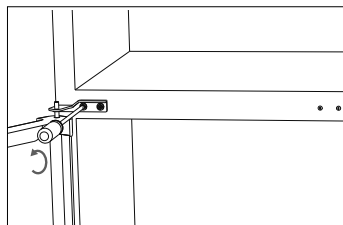
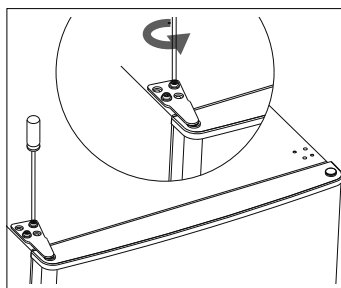

Fig. 13
Fig. 14
- ▶ Coloque una arandela en la espiga de la bisagra superior y dos en la espiga de la bisagra inferior. Coloque la espiga de la bisagra central en el orificio superior de la puerta de la cámara frigorífica (5) y fije la bisagra con los tornillos de sujeción y todas las arandelas (véase la **fig. 13**).
- ▶ No apriete los tornillos del todo para poder nivelar la puerta de la cámara frigorífica (5). Apriete los tornillos firmemente solo cuando se constate el cierre uniforme de la puerta de la cámara frigorífica (5).
- ▶ Encaje la puerta del congelador (2) en la bisagra central (12).
- ▶ A continuación, con la puerta del congelador cerrada (2), vuelva a colocar la bisagra superior (1) y atorníllela (véase la **fig. 14**). En caso necesario, utilice una llave para apretar el tornillo.